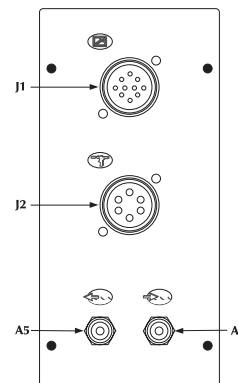
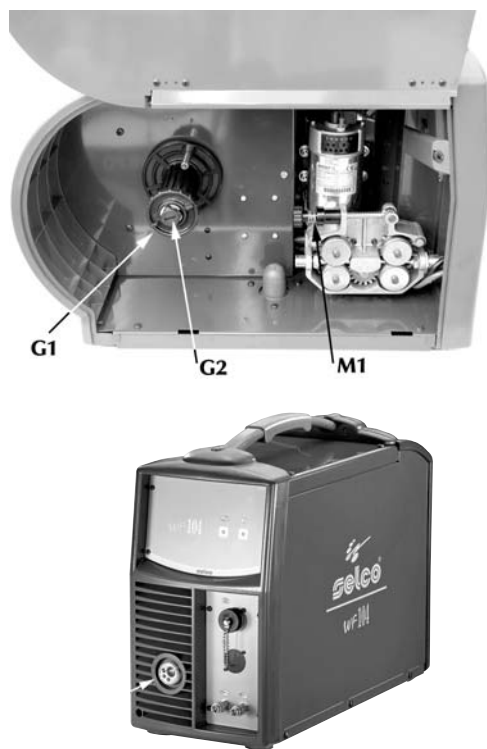

Fig. 19
Fig. 21 Pormenores do carro amovível
- Desparafusar o anel (G1 fig. 21) do carretel porta-bobina e inserir o carretel.
Fazer entrar no alojamento também o pivô metálico do carretel, voltar a colocar o anel (G1) na sua posição e regular o parafuso de fricção (G2 fig. 21)
- Desbloquear o suporte de arrastamento do motorreductor (M1 fig. 21), introduzindo a extremidade do fio no casquilho guia fio e, fazendo-o passar sobre rolo, na conexão da tocha.
- Inserir a tocha, completa de bainha, na conexão centralizada (C1 fig. 21) aparafusando completamente o anel. Se a tocha é refrigerada por água, ligar os tubos de alimentação e descarga nas conexões (A5-A6 fig. 19).